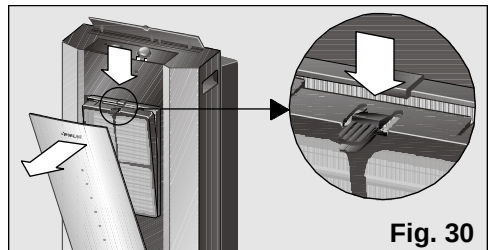

Fig. 30
Todos los modelos disponen de un filtro base de aire que es necesario limpiar con el paso del tiempo, **Fig. 29**. Para ello sólo es necesario presionar el clip situado en la parte superior y sacarlo de su alojamiento, **Fig. 30**. Para lavarlo basta con pasarlo por agua corriente, secarlo y volverlo a instalar.
- Sacar el filtro base del equipo, **Fig. 30**.